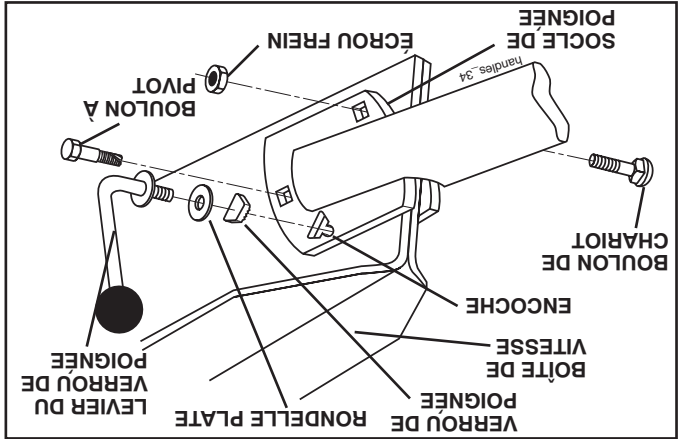

FIG. 5
- Pivotez vers en bas l'ensemble de la poignée. Insérez le boulon de chariot arrière, avec la tête du boulon sur le côté gauche de la motobineuse et montez l'écrou frein (Voir la fig. 5).